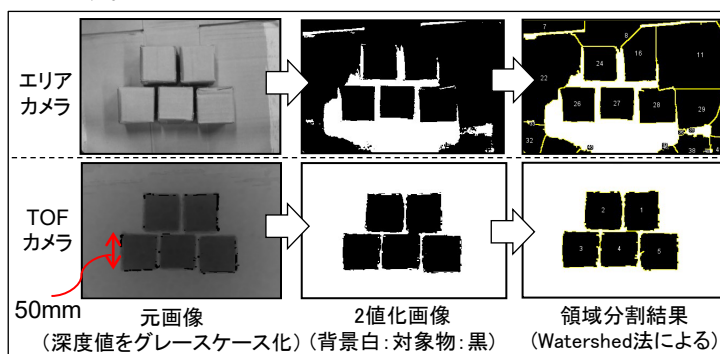

図3 エリアカメラとTOFカメラで小さい箱を撮像し、領域分割処理した結果の比較例
- 図3は、エリアカメラとTOFカメラで箱を真上から撮影した画像を元に、物体認識のための領域分割結果を示しています。